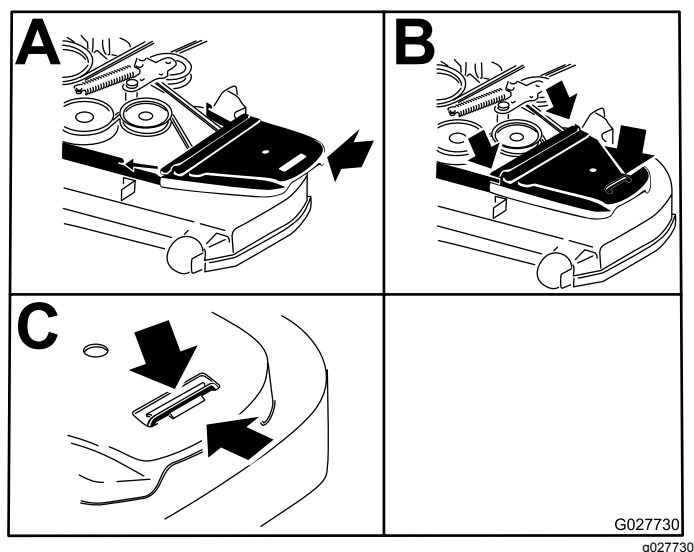

Figura 74
14. Montate i paracinghia (**Figura 74**).